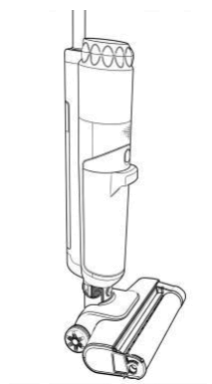

Fig. 11
2. Appuyez sur le côté gauche de la brosse rotative jusqu'à ce qu'elle s'enclenche (Fig. 11).